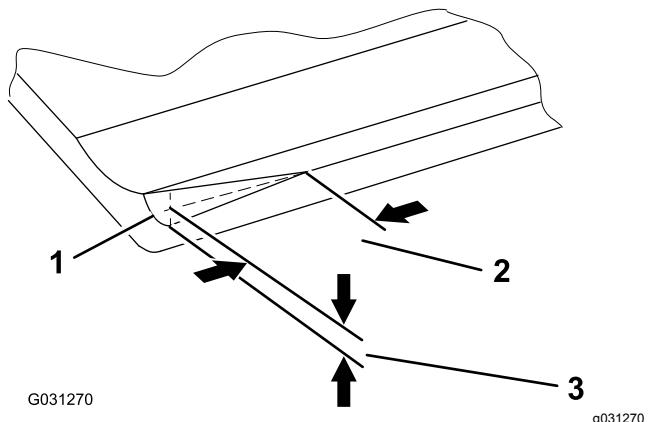

Figura 8
**Nota:** Con el tiempo, será necesario afilar el bisel (Figura 8) puesto que por diseño, sólo dura el 40% de la vida de la contracuchilla.